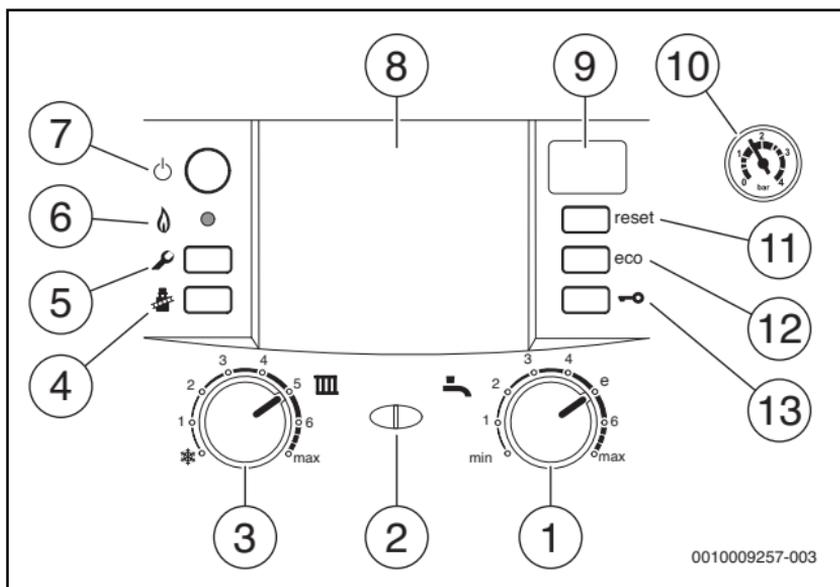

Fig. 2 Vue d'ensemble des éléments de commande
- ▶ Mettre l'appareil en marche avec l'interrupteur marche/arrêt (→ figure 2).
- ▶ Appuyer sur l'interrupteur marche/arrêt (→ fig. 2) pour mettre l'appareil hors tension.